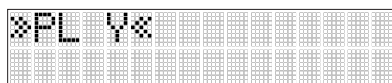

Bild 21 PlaneLok horisontell Y-axel
6.) Horisontell: Tryck och släpp E-knappen (j) för att gå in i undermenyn PlaneLok. Välj >>PL Y<< för att bekräfta PlaneLok för Y-axeln. Tryck på E-knappen (j) för att starta PlaneLok (se bild 21).